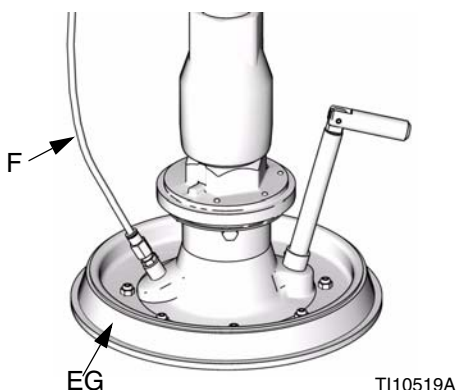

FIG. 10
Voir FIG. 10. Si le plateau racleur est difficile à sortir du seau quand on soulève la pompe, il est possible que le tuyau d'assistance pneumatique (F) ou le clapet antiretour soient bouchés. Si la vanne est bouchée, elle empêchera l'air de passer sous le plateau, ce qui rendra l'extraction hors du seau plus difficile.
2. Nettoyer le tuyau assisté par air comprimé (F) situé dans le plateau. Nettoyer toutes les pièces de la vanne et les remonter.